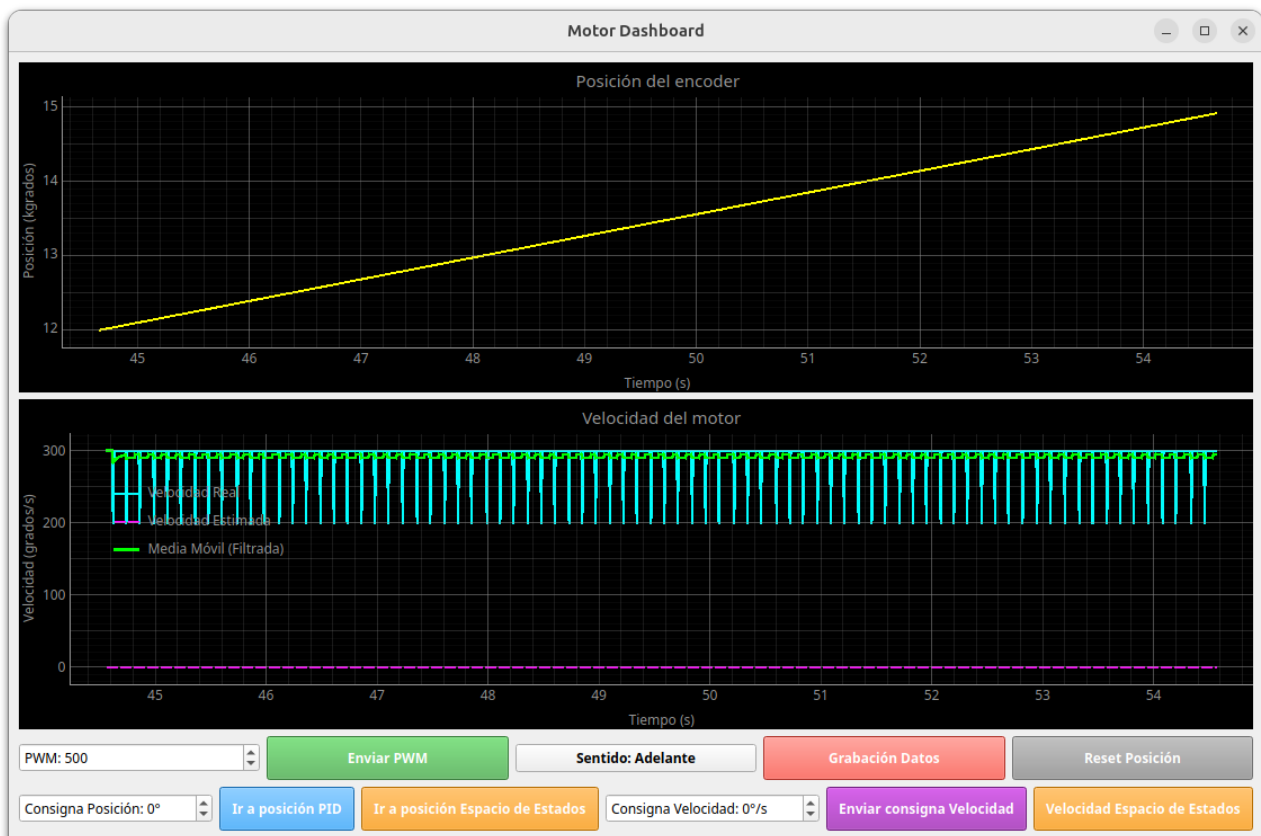

Figura 5.1: Vista del panel de control desarrollado para interactuar con el motor
En este caso, tenemos un solo programa `Motor.py`; un script de Python standard. Cuando se ejecuta, el script abre una ventana que muestra un panel de control (*Dashboard*), que permite al usuario interactuar con el motor y monitorizar la posición y la velocidad del motor. La figura 5.1 muestra una imagen del panel de control. Su uso se detalla en el guión de la práctica y no se repetirá aquí.
6. Se añade una primera fila de *gadgets*, relacionados con el control manual del motor. Se describen a continuación de izquierda a derecha; ver figura 5.1.
8. Se añade una segunda fila de *gadgets* relacionados con el control del motor. Se describen de izquierda a derecha; ver figura 5.1